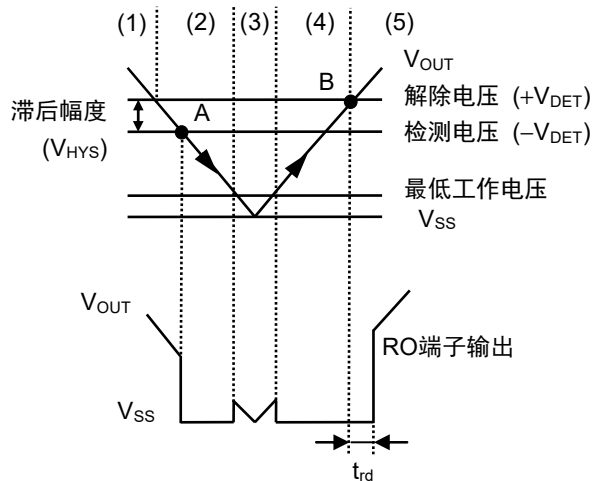

图34 检测器部分的时序图
- (1) 当稳压器的输出电压 (V_{OUT}) 大于或等于检测器的解除电压 ($+V_{DET}$) 时, N沟道晶体管 (N1, N2) 变为关, 向RO端子输出 "H"。此时, P沟道晶体管 (P1) 为开状态, 向比较器 (C1) 的输入电压为 $\frac{R_B \cdot V_{OUT}}{R_A + R_B}$ 。
- (2) 即使 V_{OUT} 降低到小于或等于 $+V_{DET}$ 时, 只要高于或等于检测电压 ($-V_{DET}$), 就能向RO端子输出 "H"。若 V_{OUT} 降低到小于或等于 $-V_{DET}$ (图34的A点) 时, 通过C1控制的N1变为开, C_{DLY} 被放电。若DLY端子电压 (V_{DLY}) 降低到小于或等于复位放电阈值电压 (V_{DRL}) 时, C2的输出段的N2变为开, 向RO端子输出 "L"。此时, P1变为关, 向C1的输入电压为 $\frac{R_B \cdot V_{OUT}}{R_A + R_B + R_C}$ 。
- (3) V_{OUT} 进一步下降, 若降低到小于或等于IC的最低工作电压时, RO端子的输出为 "H"。
- (4) 若 V_{OUT} 上升到大于或等于最低工作电压时, 向RO端子输出 "L"。此外, 在 V_{OUT} 大于 $-V_{DET}$ 且小于 $+V_{DET}$ 的情况下, 输出为 "L"。
- (5) 再继续使 V_{OUT} 上升, 若上升到大于或等于 $+V_{DET}$ (图34的B点) 时, N1变为关, C_{DLY} 被充电。若 V_{DLY} 上升到大于或等于充电阈值电压 (V_{DU}) 时, N2变为关, 向RO端子输出 "H"。